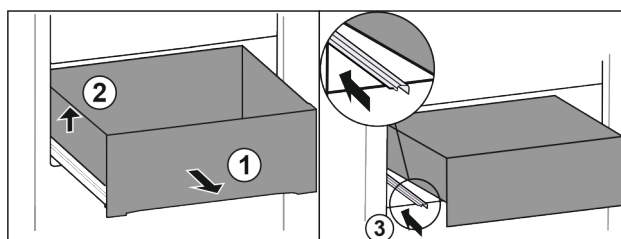

Fig. 12
► Tirer le tiroir jusqu'en butée. Fig. 12 (1)
- ▶ Soulever le tiroir sur la gauche. Fig. 12 (2)
- ▶ Rentrer le rail de gauche. Fig. 12 (3)